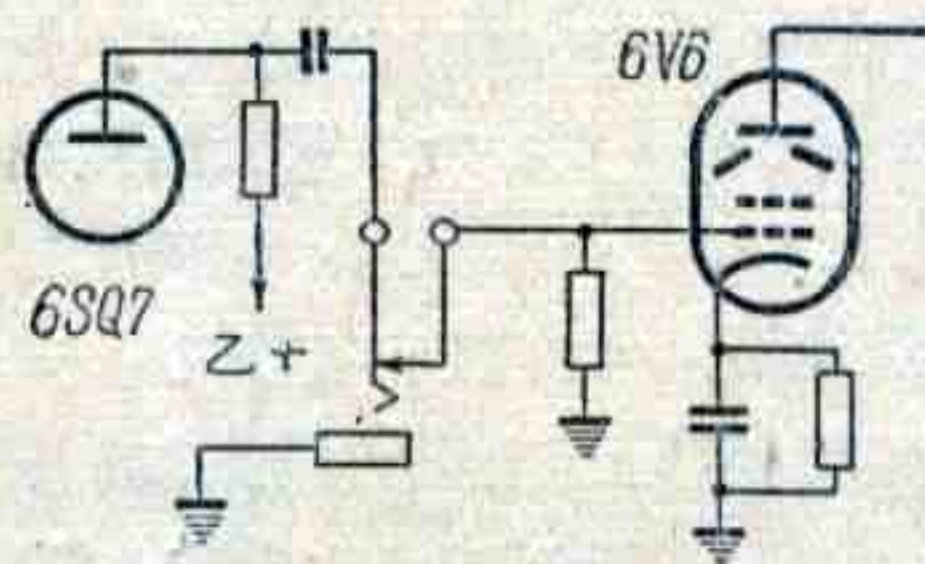

图 5
5. 張鳴翔问：为了在五灯机上可用耳机收听，我們在 6SQ7 和輸出管 6V6 間串入一插孔如图 5，但这样在用耳机时 6V6 还工作着不但浪费电子管，还浪费电力，是否可將 6V6 拔去？